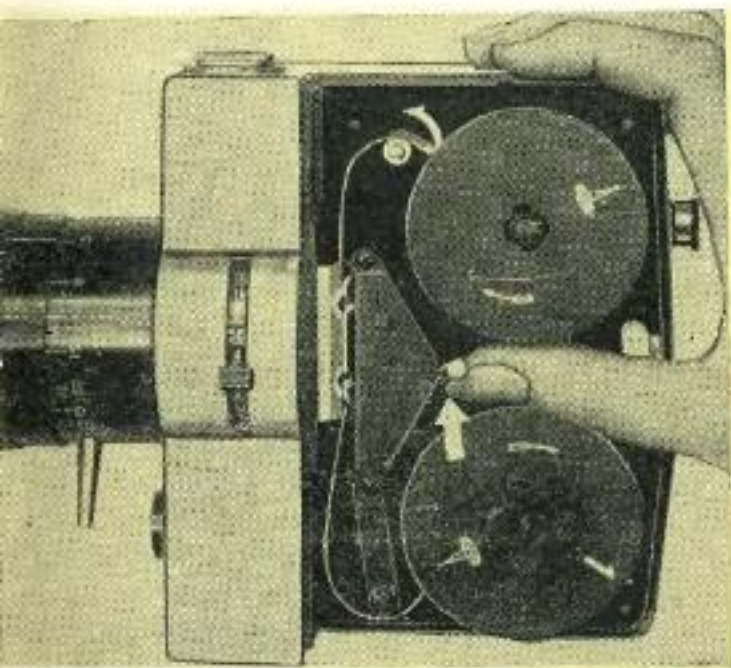

Рис. 12
4. Повернуть рычаг прижимной планки против часовой стрелки до упора (рис. 12); при